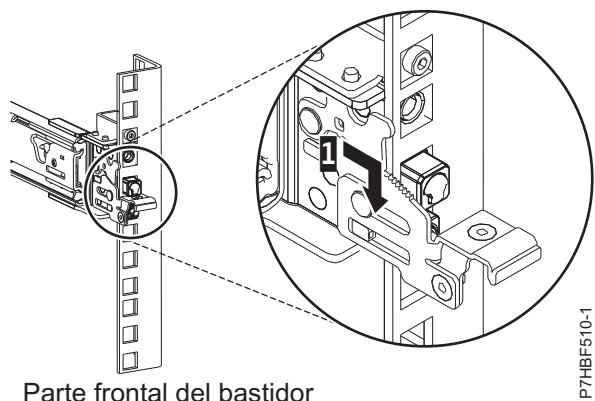

Figura 5. Patillas que están asentadas en el riel frontal del bastidor
6. Tire del riel deslizante hacia adelante e inserte tres patillas de la parte frontal del riel en los orificios dentro de la unidad EIA seleccionada que se marcaron anteriormente. Baje el riel deslizante (1) para aplicarle el mecanismo de enganche de la patilla central. Para conocer detalles, consulte la Figura 5.